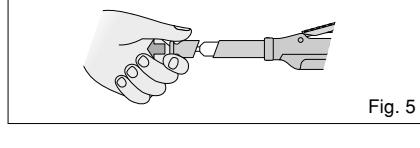

Fig. 5
- Quitar la tapa del cartucho. (Fig. 5)